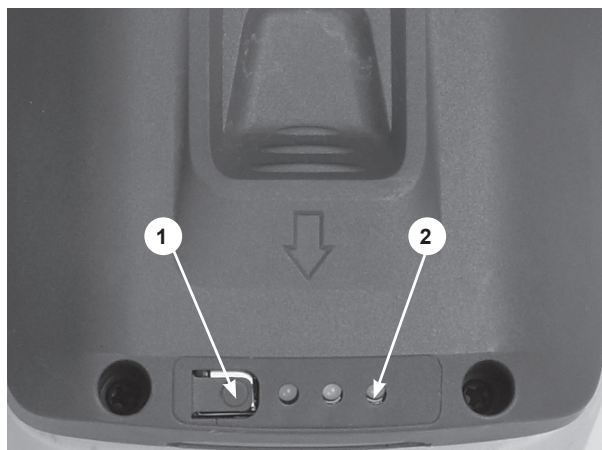

Рис.1
Для проверки уровня заряда аккумуляторной батареи необходимо нажать кнопку (1) Рис.1